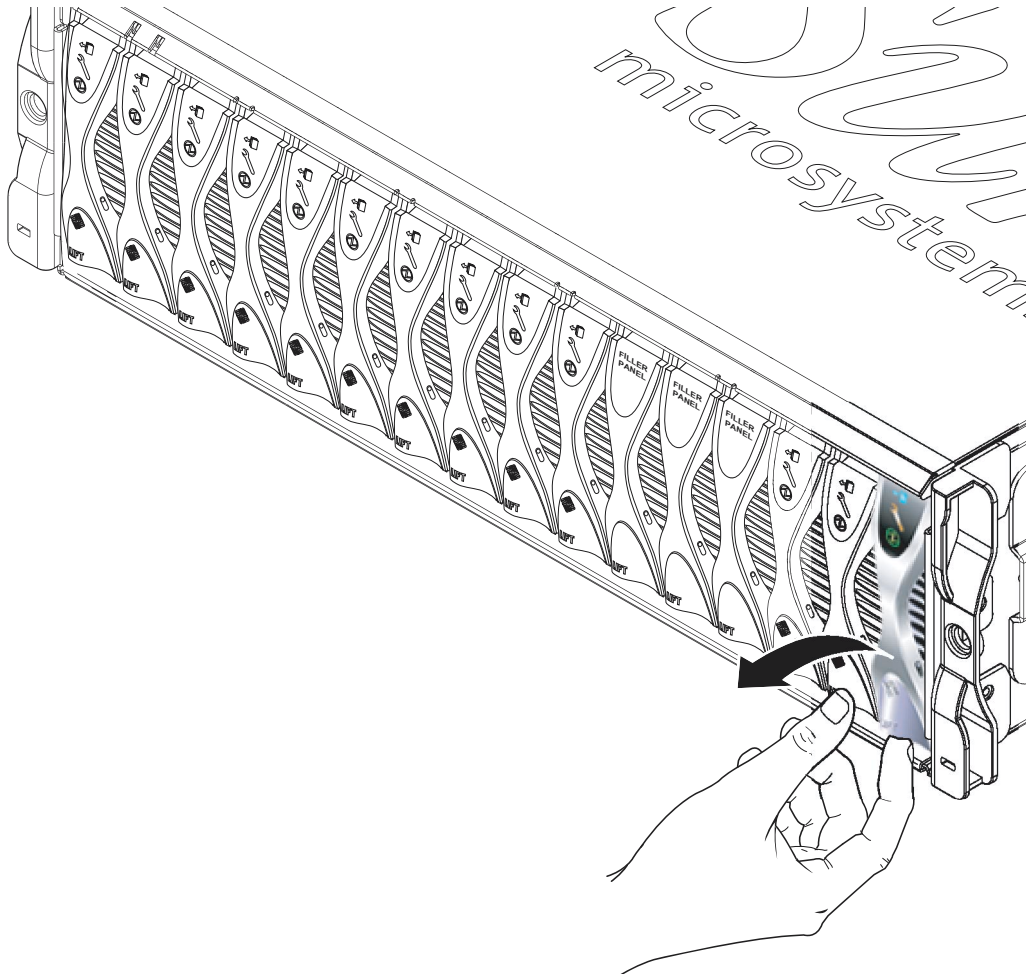

图 4-1 松开刀片锁定装置
1. 将手指插入位于刀片弹出杆底部前方的拖动凹陷处并轻轻拖动，使锁定装置松开（图 4-1）。